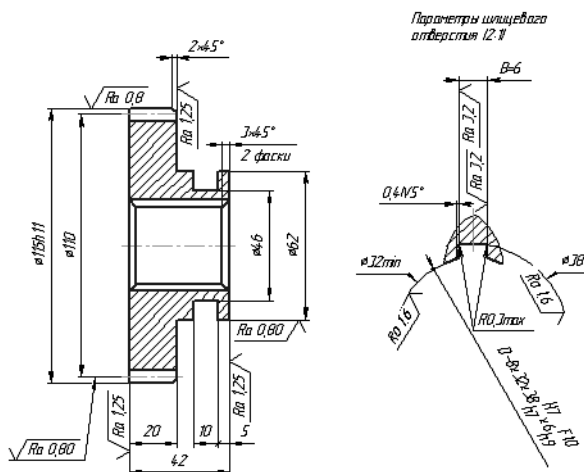

Рис. 6.12.
20. Нажмите кнопку **Редактировать** на вкладке **Эскиз**. Открылось окно программы КОМПАС-График. Удалите из эскиза ненужные элементы таким образом, чтобы ваш эскиз соответствовал (рис. 6.12). Нажмите кнопку **Сохранить** на панели инструментов КОМПАС.